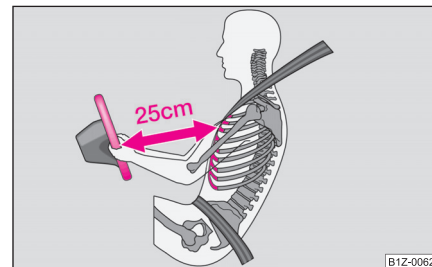

Fig. 140 Distanța sigură față de volan
- **Atât pentru conducător cât și pentru pasagerul dreapta este important să păstreze o distanță de cca. 25 cm față de volan, respectiv de tabloul de bord ⇒ fig. 140. Dacă nu se respectă această distanță, sistemul airbag nu își poate exercita eficiența maximă – Pericol! Pe lângă acestea, scaunele din față și tetierele trebuie să fie întotdeauna reglate în funcție de mărimea corpului.**